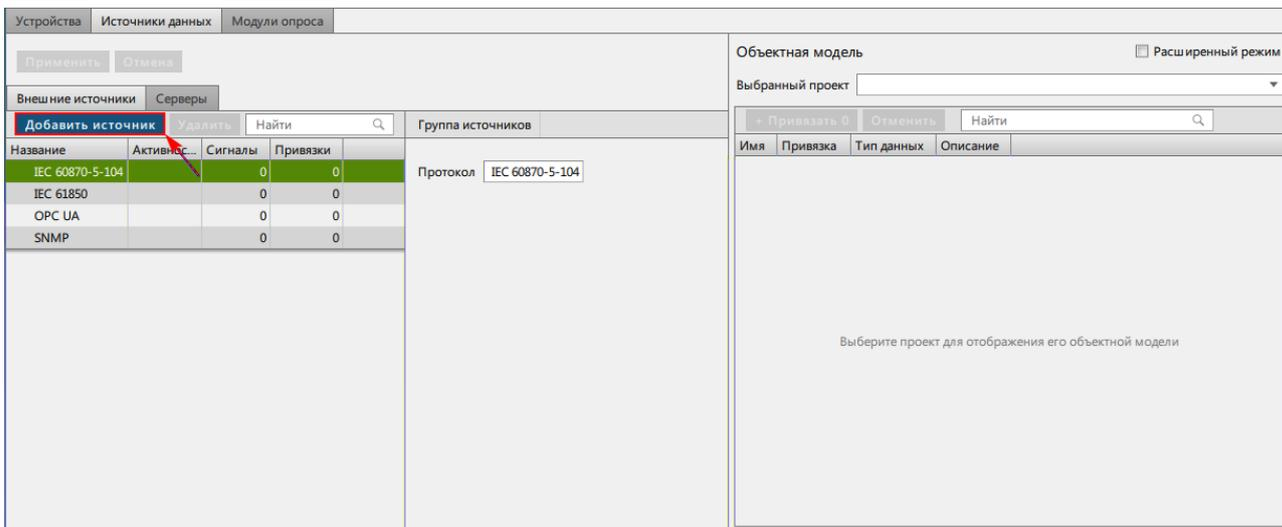

Рисунок 176 - Добавить источник
2. Добавьте источник: **Источники данных** → **Внешние источники** → **IEC 60870-5-104** → **Добавить источник** (Рисунок 176).